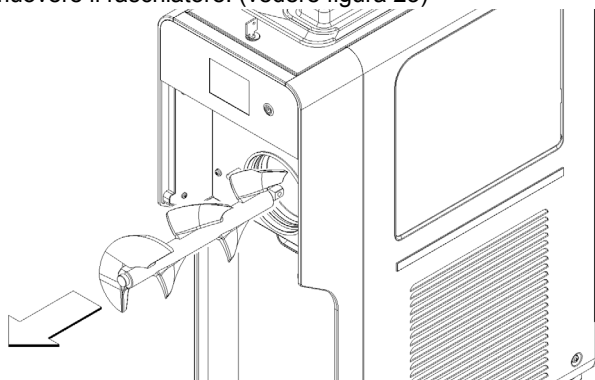

figura 23
- 8** Rimuovere il raschiatore. (vedere figura 23)